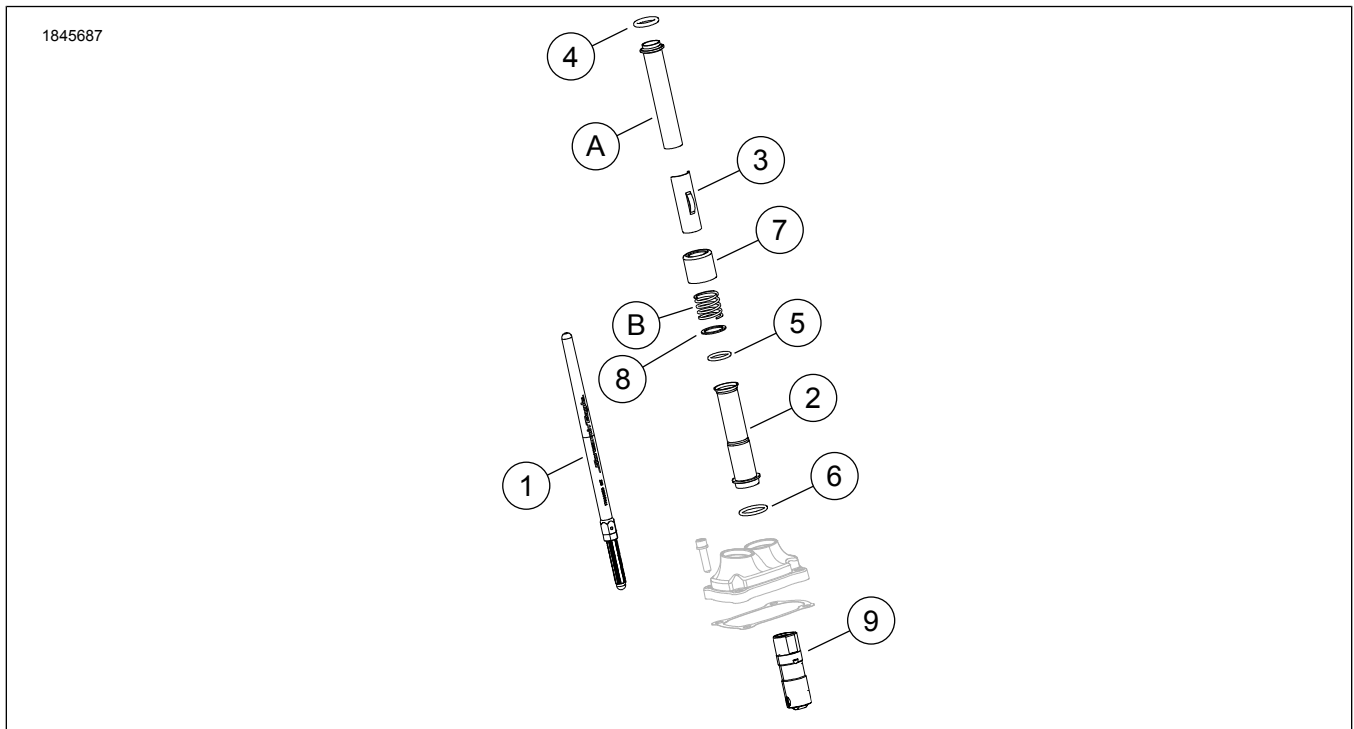
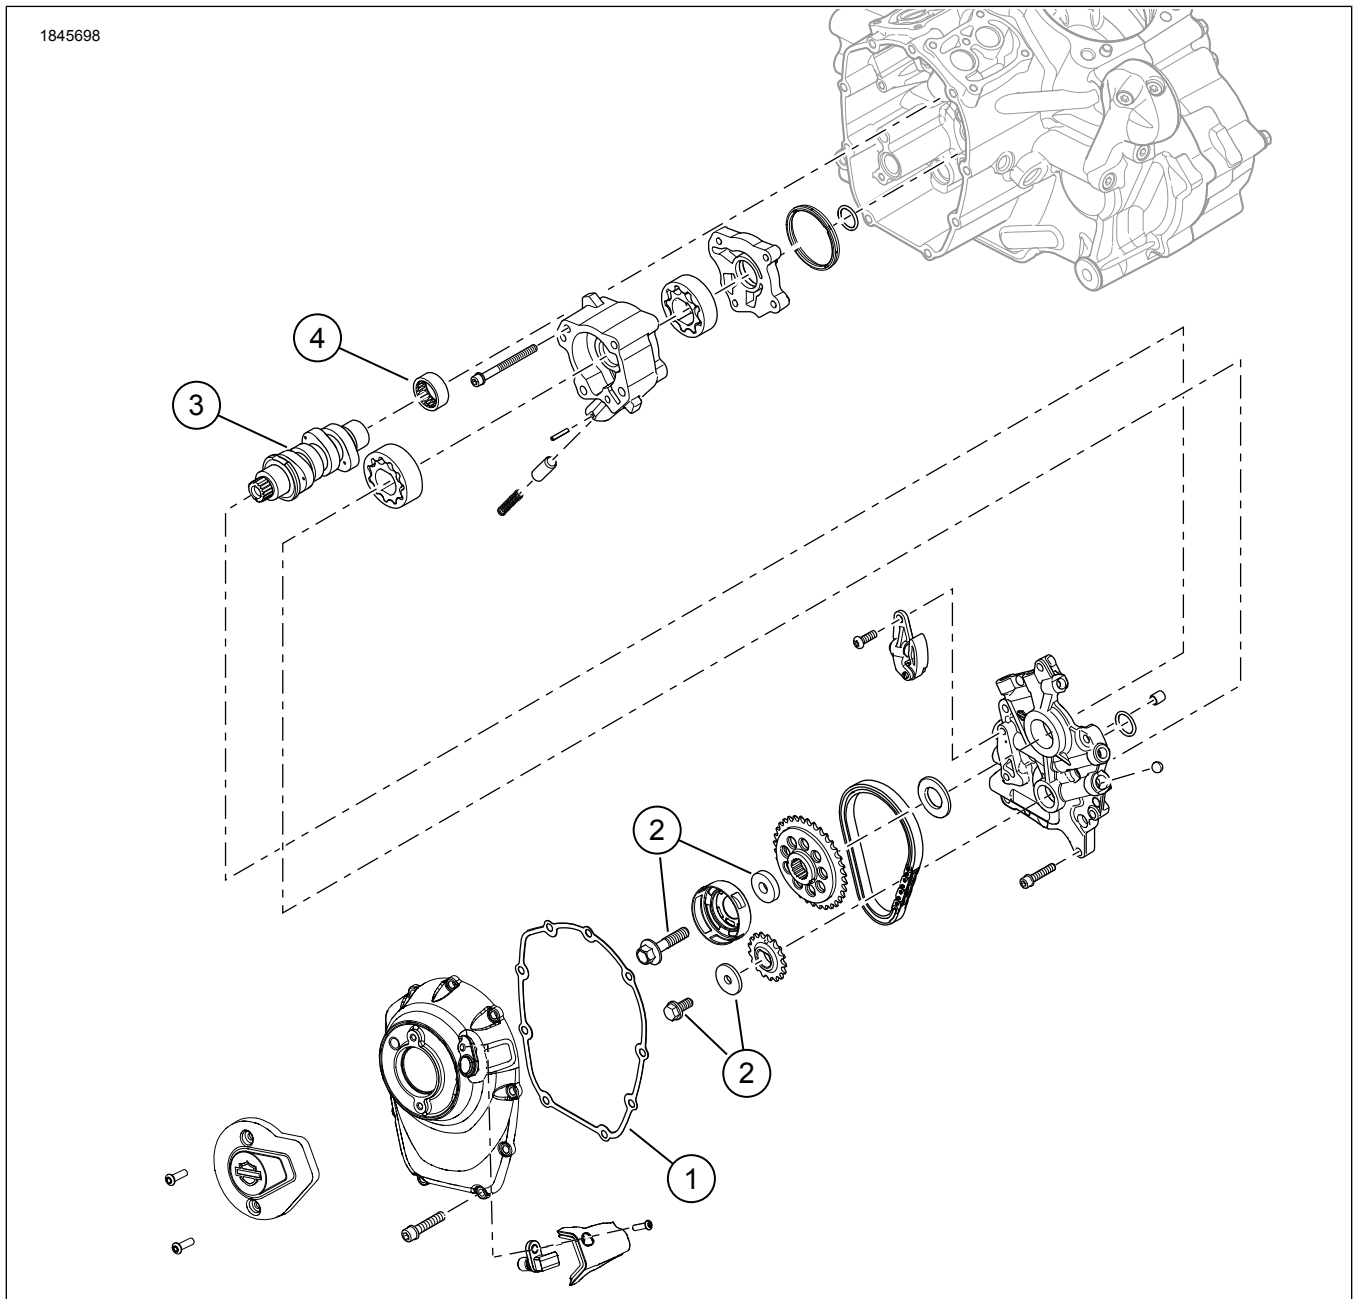

Figura 1. Contenido del kit: Kit Screamin' Eagle Milwaukee-Eight Stage 2
Figura 2. Contenido del kit: Kit Screamin' Eagle Milwaukee-Eight Stage 2
Consulte Figura 1 y Figura 2.
1. Figura 2 Instale la bomba de aceite. Vea el manual de servicio.